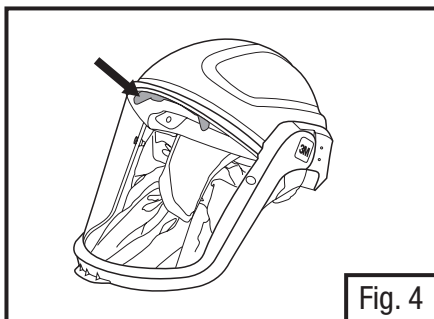

Fig. 4
6. Si es necesario, ajuste el flujo de aire dentro del casco para mayor comodidad. Para ajustar, levante el visor en la posición superior (abierto). Ubique el deflector de aire azul en el frente del casco y gire. La Fig. 4 muestra donde se ubica el deflector de aire. Hay dos posiciones. Ajuste totalmente abierto para mayor flujo de aire a través de la cara o parcialmente cerrado para redireccionar una parte del aire hacia el visor. Después, ajuste el deflector de aire, baje la parte posterior del visor en la posición inferior (abajo).